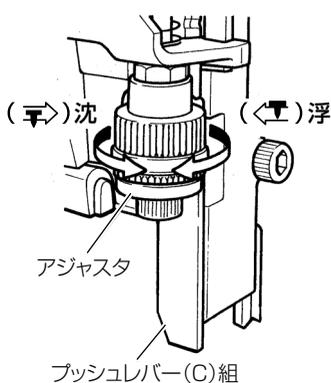

図 22
プッシュレバー (C) 組 (図 3-1) は、先端が平らになっているため、平打ちする場合に交換すると便利です。(図 22)